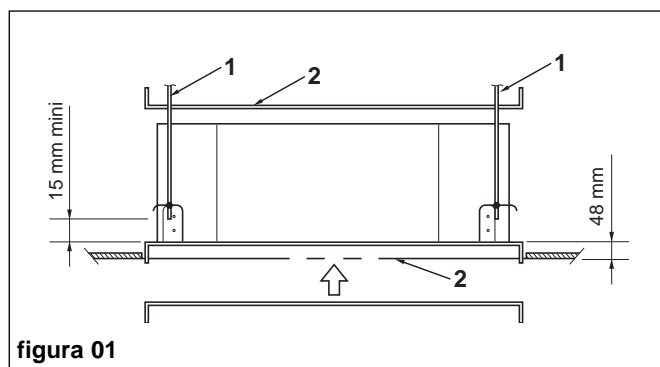

figura 01
- Utilizzare la dima (2) per determinare la posizione dei fori delle aste di sospensione (1) e il foro da praticare nel contro-soffitto (figura 01). Per le aste di sospensione usare un'asta filettata di mm. 8 o 10 di diametro.
- La lunghezza delle aste di sospensione deve permettere di avere una distanza superiore a mm. 15 tra il basso dell'asta di sospensione e la parte bassa dell'unità (figura 01).